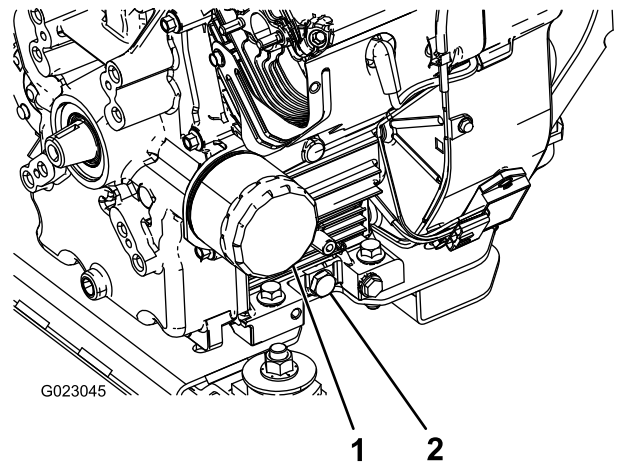

Figura 38
5. Retire el tapón de vaciado (Figura 38).
2. Retire el filtro de aceite (Figura 38).
5. Instale el filtro de aceite nuevo en el adaptador del filtro. Gire el filtro en el sentido de las agujas del reloj hasta que la junta de goma entre en contacto con el adaptador del filtro, luego apriete el filtro 1/2 de vuelta más (Figura 38).